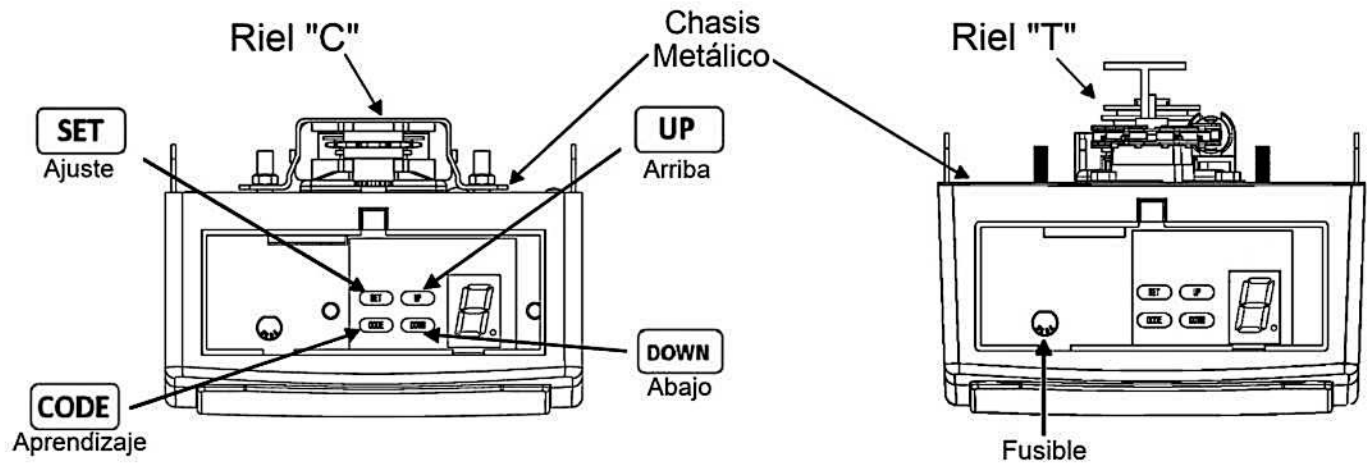

Fig.3
**14. Chasis Metálico, Robusto y Seguro para Aplicaciones sobre Riel "C" ó Riel "T" (Fig.3).**
**15. Botones de Operación Arriba / Abajo (para Configuración) (Fig.3).**
**16. Fusible Principal Externo (Fig.3).**